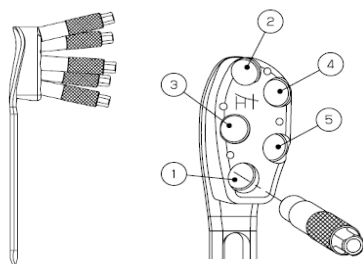

図4
- 4) プレートにガイドブロック（5穴右）又は（5穴左）を設置し、4.0LCCS用ドリルスリーブ計5本にてプレートと固定します。ドリルスリーブは、最近位、最遠位、中間3箇所順に組み付けると容易に固定できます。（図4）